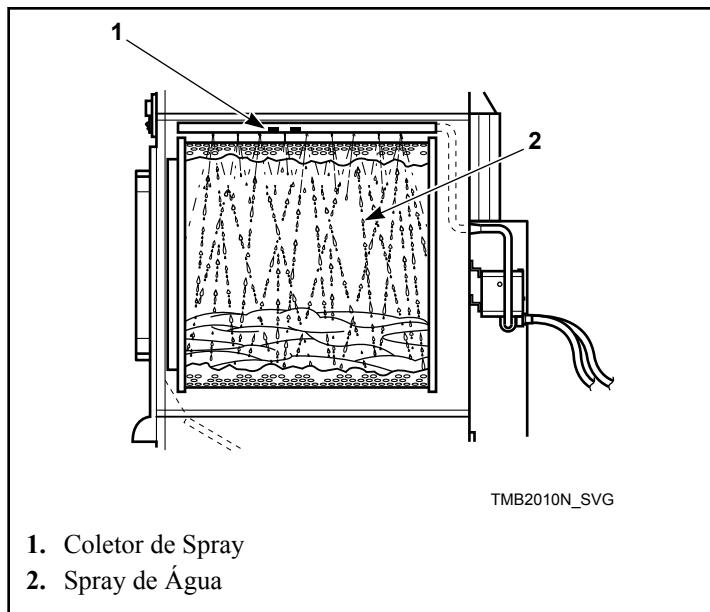

Figura 71
7. Após 15 segundos de spray de água, aperte e segure o botão de reset até o spray de água desligar e a luz apagar. Isso deve levar aproximadamente um segundo. Consulte a *Figura 70* e *Figura 71*.